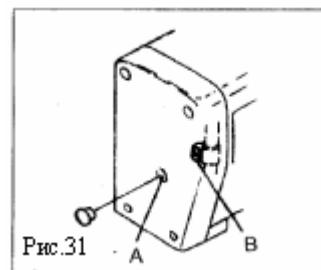

Рис.31
Высоту игольного стержня можно отрегулировать, ослабив винт крепления (B) соединительной штанги игольного стержня. Для этого вставьте отвертку в отверстие (A) во фронтальной пластинке (Рис. 31) По завершении регулировки затяните винт (B).